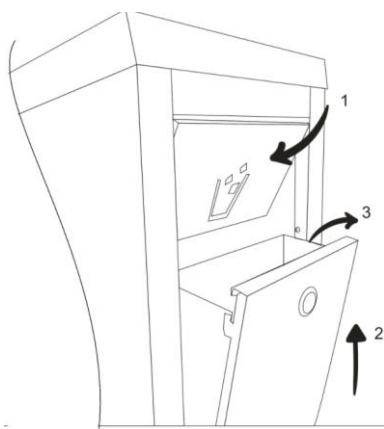

Fig.16
- Retire el panel posterior superior (Nº.10) aflojando los tornillos y también el panel frontal (Nº.7) como se muestra en la Fig.16. Esto le permitirá acceder a todos los accesorios enviados dentro del producto así como a su montaje.
Retire el panel frontal siguiendo los pasos indicados en la Fig.16.